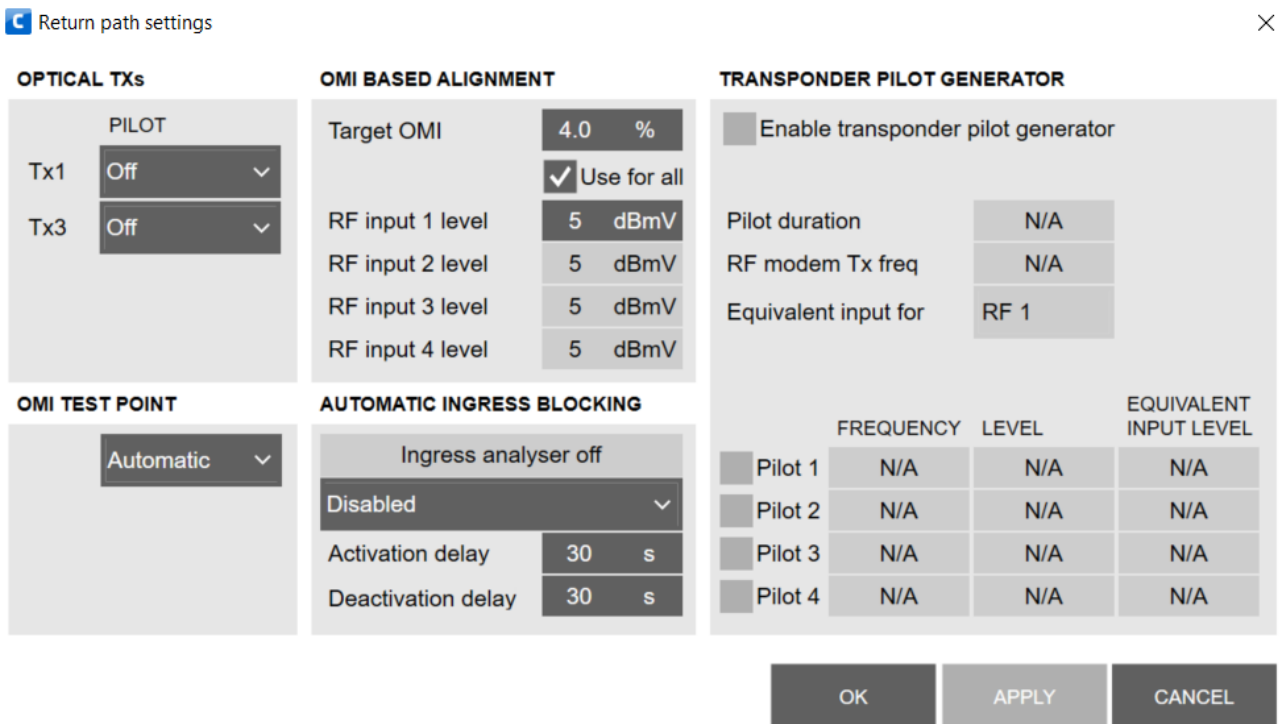

Fig. 12
- Verlaat scherm met **OK**. (Fig. 12)
- Het upstream ingangsniveau bedraagt 5 dBmV per poort. Intern wordt dit niveau teruggebracht naar -3dBmV direct aan de zender (-8dBmV aan het OMI testpunt). Dit komt overeen met een demping van +5dB naar -3dB = **-8dB** per poort in het demping dB 'control veld' **AV** in fig 12.
- Stel deze waarde in door op **Start Return Path alignment** te drukken, hierdoor wordt de waarden die in fig 12 zijn ingesteld automatisch goedgezet op **-8dB**